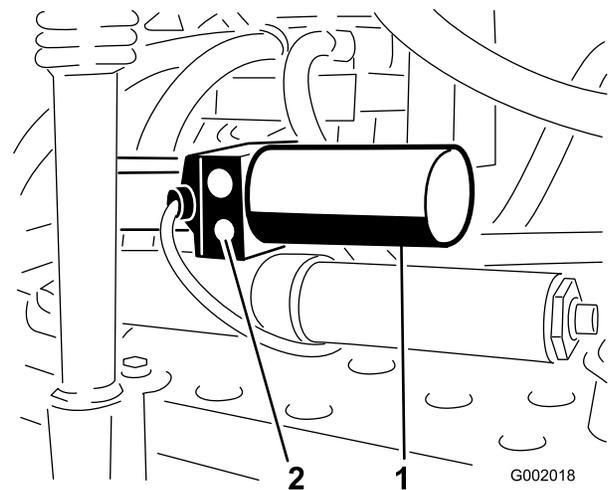

Figura 51
1. Localice la válvula de alivio manual en el actuador de cada brazo. La válvula de alivio manual es la válvula más pequeña, y se encuentra solamente en un lado del cuerpo del actuador (Figura 51).